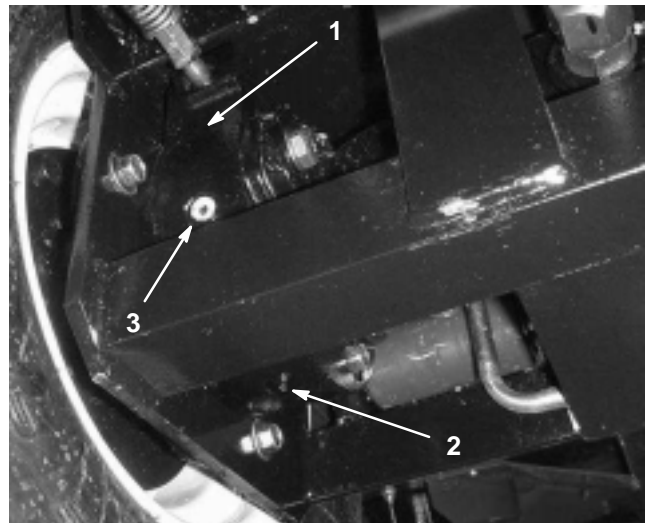

Figure 71
4. Placez un bac de vidange sous le carter de frein de l'autre côté de la roue (Fig. 71).